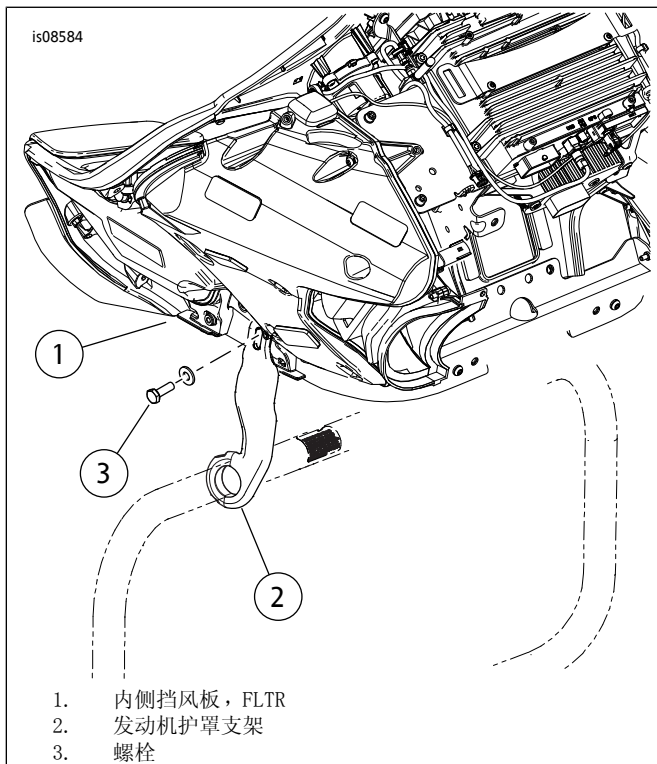

图2。从发动机护罩支架拆下螺栓
11. 参见图2。从内侧挡风板(1)上的发动机护罩支架(2)拆下螺栓(3)和垫圈并丢弃。必要时支撑内侧挡风板后部。在另一侧重复此操作。